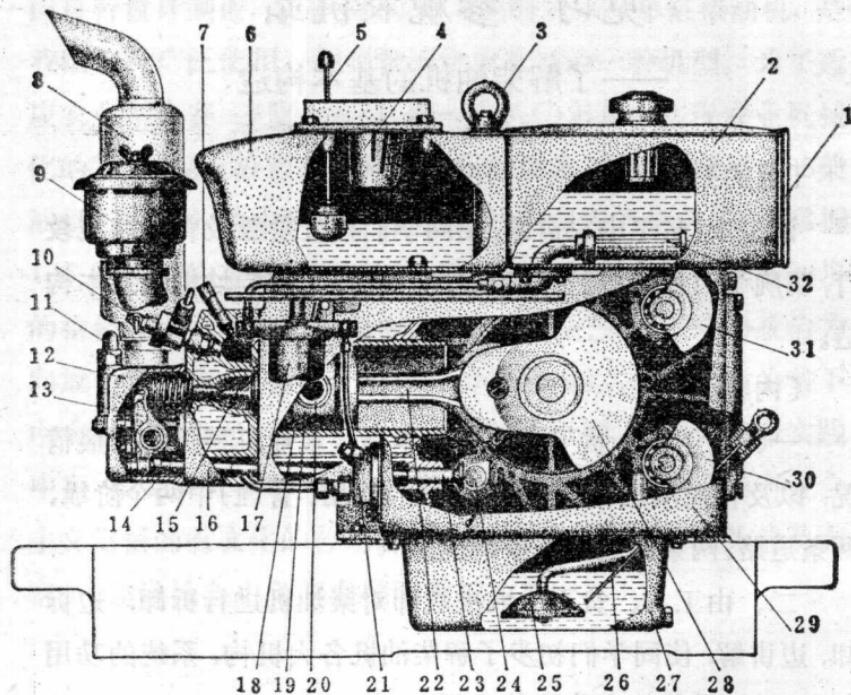

图1 S 195型柴油机的构造
1. 柴油机的基本构造 195 柴油机①的基本构造可分为：曲柄连杆机构、配气机构、供给系统、润滑系统、冷却系统和起动装置。简称为：“一装置，二机构，三系统”。
2. 柴油机拆卸的注意事项和拆卸顺序 柴油机的构造比较复杂，部、零件很多(图1)。要学习柴油机的构造，首先